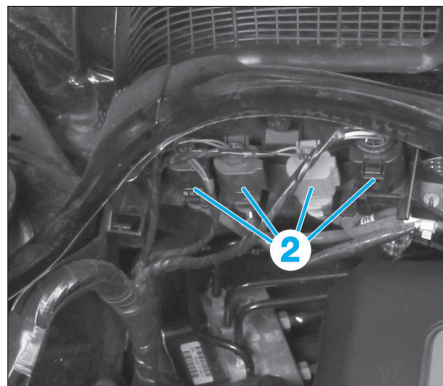

FIG. 112
- les connecteurs (2) (Fig.112),